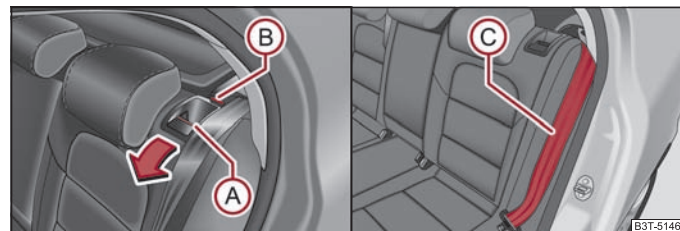

Fig. 74 Deblocarea spătarului / Blocarea spătarului
- Apăsând maneta de deblocare (A) ⇒ fig. 74, deblocați spătarul și rabatați-l în față. ▶
- Aduceți centura de siguranță laterală din spate (C) ⇒ pagina 81, fig. 74 în spatele marginii capitonajului lateral.
- Asigurați-vă că punctul de culoare roșie (B) nu se vede.